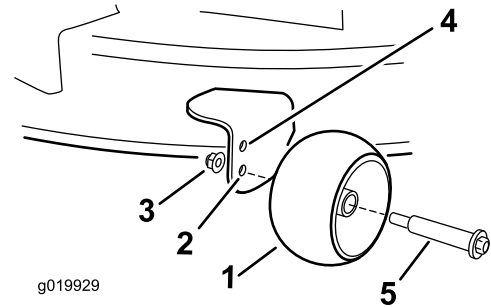

Bild 28
- Oberes Loch: Verwenden Sie diese Stellung mit dem Mähwerk in der Schnitthöheneinstellung 63 mm oder niedriger (Bild 28).
- Unteres Loch: Verwenden Sie diese Stellung mit dem Mähwerk in der Schnitthöheneinstellung 76 mm oder höher (Bild 28).